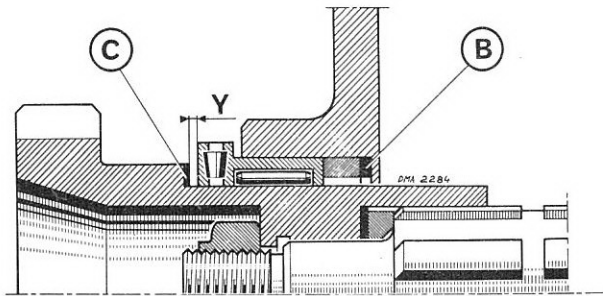

Fig. 6
a) mesurer la distance Y (fig. 6).
Déplacer l'arbre latéralement à la main ; la valeur du déplacement lue sur le comparateur correspond au calage B (fig. 6).